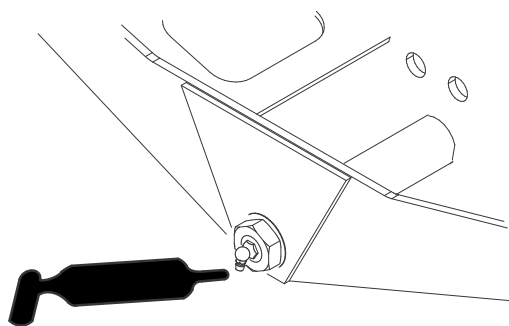

Figura 71
- Articulação do direção do eixo (1 cada) (Figura 71)